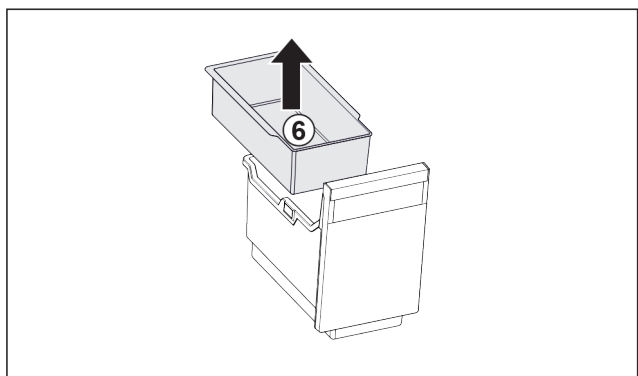

Fig. 26
- ▶ Inhangschaal Fig. 26 (6) verwijderen.